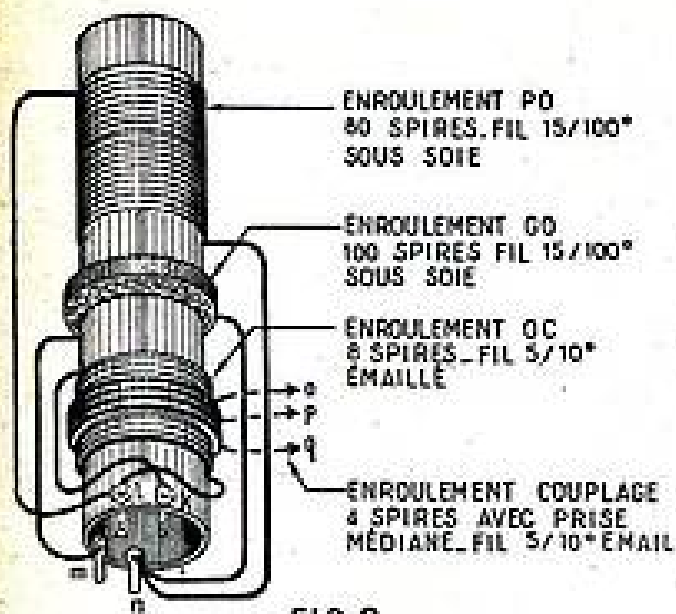

FIG. 2
Les détails de ce bobinage sont donnés à la figure 2. Pour réaliser le bobinage, on prend comme mandrin un tube de carton bakérisé de 25 mm de diamètre et 110 mm de long, sur lequel on sertit 4 cosses. A l'extrémité opposée aux cosses, on bobine à spires jointives 80 tours de fil 15/100 isolé sous soie. A chaque extrémité cet enroulement est arrêté en passant le fil par des trous très fins pratiqués dans le tube avec une pointe. De cette façon le fil passe à l'intérieur du tube.
Ce bobinage constitue l'enroulement de couplage. Il faut maintenant souder les entrées et les sorties sur les cosses sauf pour l'enroulement de couplage. On voit clairement sur la figure 2 la répartition des fils sur les cosses. Après les avoir dénudés à la longueur voulue, on soude l'entrée de l'enroulement de 8 tours sur la cosse K. Sur la cosse l, on soude la sortie de cet enroulement et l'entrée de l'enroulement de 80 tours. Sur la cosse m, on soude la sortie de l'enroulement de 80 tours et l'entrée de celui de 100 tours. Enfin la sortie de ce dernier est soudée sur la cosse n.
On commence par donner à ces spires la forme indiquée à la figure 2. On prend ensuite une plaque carrée de matière isolante (bakélite, pexiglass...). On perce un trou central destiné à recevoir l'axe du pivot, puis quatre autres trous de 5 ou 6 mm de diamètre disposés suivant les sommets d'un rectangle. Dans ces trous s'enfileront les extrémités des spires du cadre. La distance entre les deux spires doit être de 15 mm. Lorsque les spires sont placées sur la plaque isolante on assure la régularité de l'espacement et la rigidité en serrant les branches supérieures entre deux barrettes isolantes.
- 1 bobinage selon figure 2.